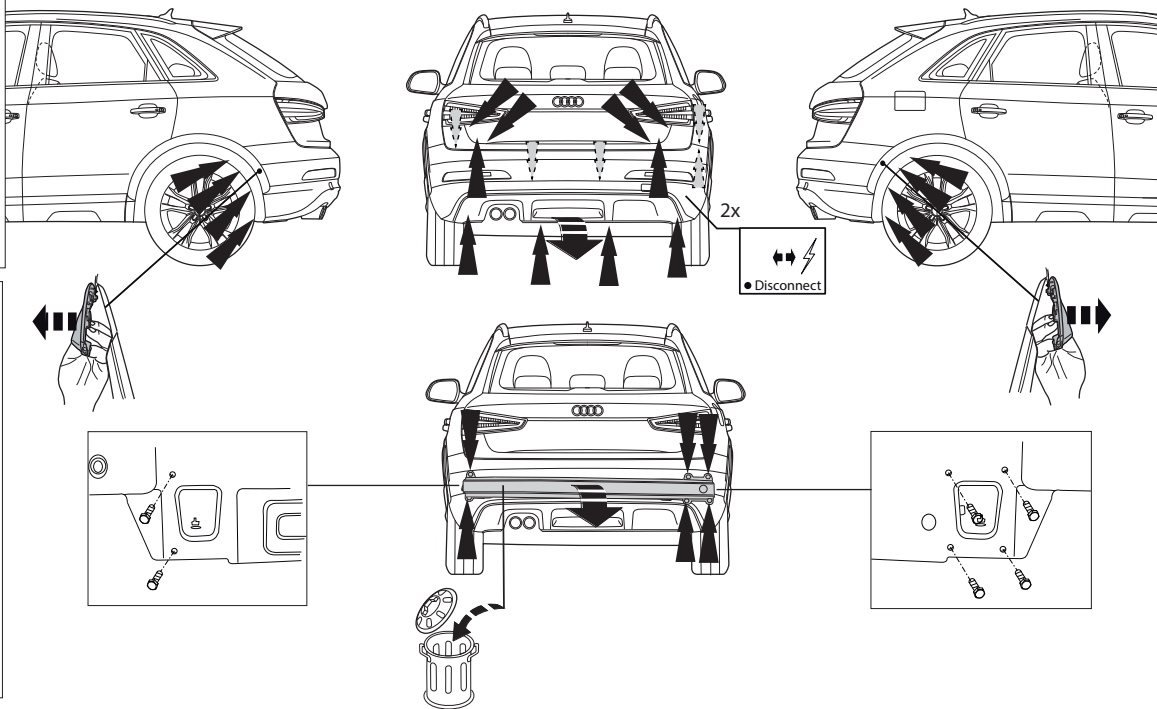

Fig. 1
1. Снять бампер вместе со стальным буферным брусом автомобиля; буферный брус больше не понадобится. См. рисунок 1, 1a, 1b.